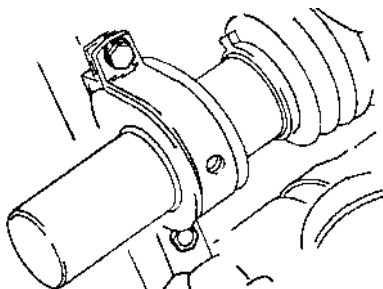

Рис. 6.6.
- открутить гайки и вывернуть болты хомутов крепления рулевой передачи, снять эти хомуты (рис. 6.6);